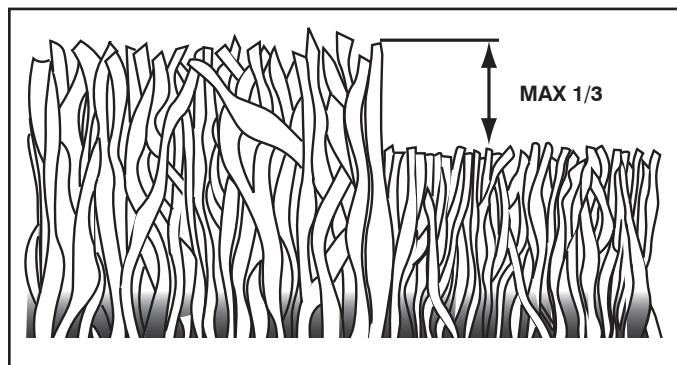

FIG. 14
- Para obtener los mejores resultados, ajuste la altura del corte de la segadora de modo que ésta corte solamente el tercio superior de las hojas de césped. En el caso de que el césped haya crecido demasiado, puede ser necesario elevar la altura del corte para reducir el esfuerzo necesario para empujar la segadora y para evitar sobrecargar el motor, dejando montones de recortes de césped. Para un césped muy pesado, reduzca el ancho del corte pasando por encima del lugar anteriormente cortado y siegue lentamente (vea Fig. 14).